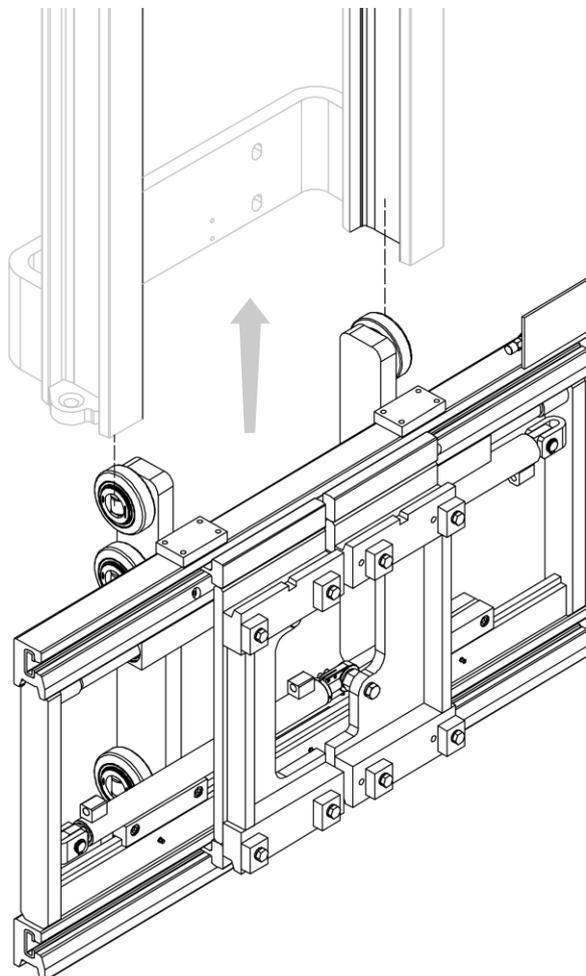

Figura 3
5. Installare l'attrezzatura infilando i cuscinetti nelle guide e fissando le catene del montante nei fori delle spalle tramite le apposite forchette o secondo le modalità previste dal costruttore del montante stesso (vedi *Figura 3*).